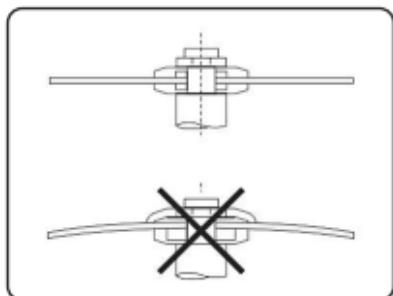

Figura 1
- f) Los discos de corte de centro plano deben montarse en bridas con diámetros y áreas de contacto idénticos. El diámetro mínimo de las bridas debe ser 1/4 del diámetro del disco (Figura 1).